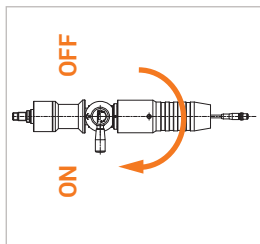

Abbildung 7
- ▶ Drehen Sie den Betätigungshebel (Pos. 3) der Füllkupplung vollständig um 180° in die ON-Position (*Abbildung 7*).